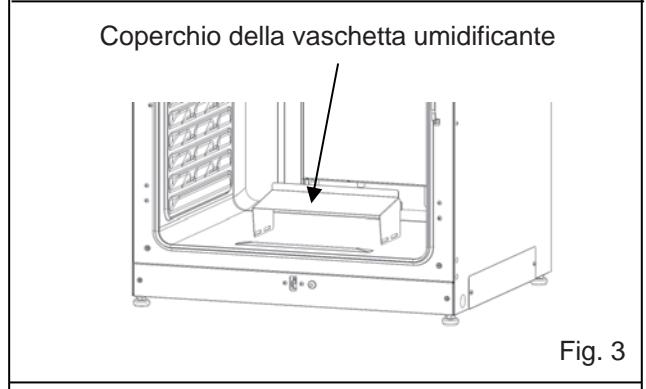

Fig. 3
4. Estrarre il coperchio della vaschetta umidificante (Fig. 3).